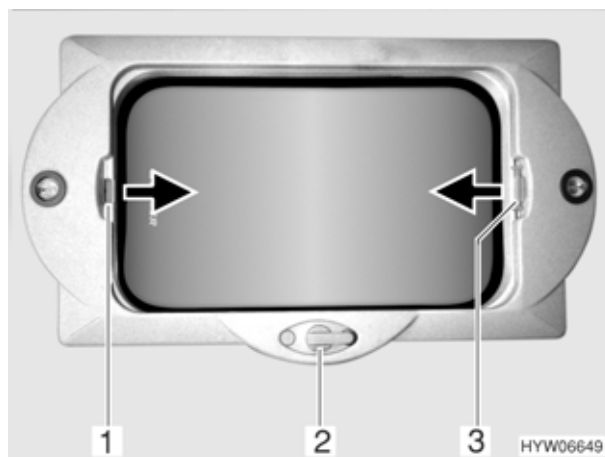

Fig. 54 Oblò a manovella
- Sollevare (aprire) o abbassare (chiudere) l'oblò a manovella ruotando la manovella (Fig. 54,2) in senso corrispondente. Il posizionamento è a piacere.
- Tirare la tendina oscurante pieghevole (Fig. 54,3) nella direzione della freccia fino alla posizione desiderata. La tendina oscurante pieghevole rimane in questa posizione.
- Tirare la zanzariera a rullo (Fig. 54,1) nella direzione della freccia fino a toccare la tendina oscurante pieghevole (Fig. 54,3).
- Premere la maniglia della zanzariera a rullo (Fig. 54,1).